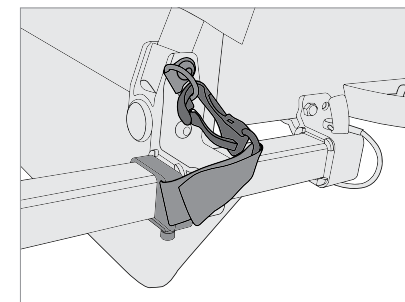

Figura 13
4. Acople la correa de seguridad al anillo D en el bastidor del remolque (Figura 13).